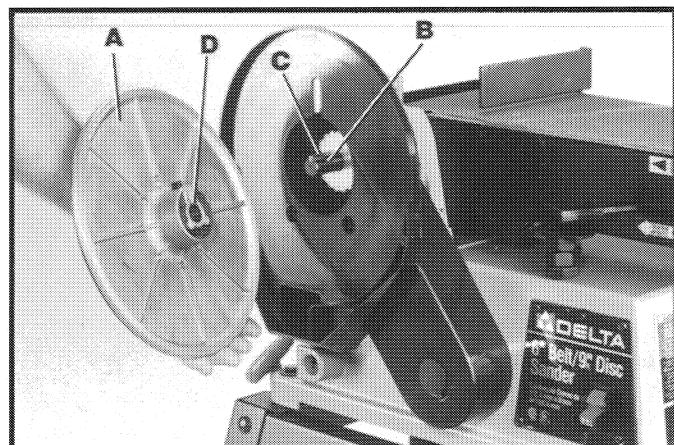

Fig. 9
1. Deslice el plato del disco de lijado (A) Fig. 9 sobre el eje de marcha (B), asegurándose que la llave (C) en el eje de marcha (B) quepa dentro de la chaveta (D) del plato del disco (A).